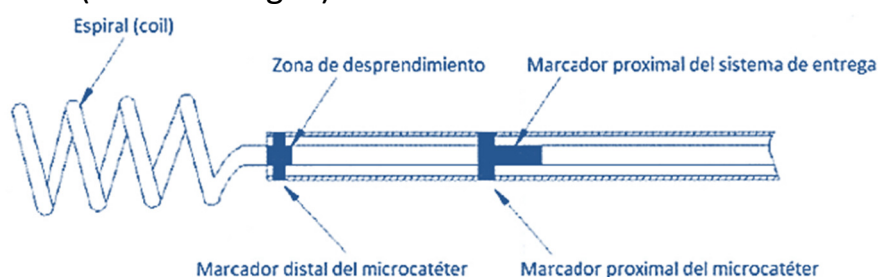

Fig.2 Posición de banda marcadora para desprendimiento
(8) Bajo guía fluoroscópica, avanzar lentamente el espiral EEC hacia afuera de la punta del microcatéter. Continuar avanzando el espiral EEC en la lesión hasta lograr un despliegue óptimo. Volver a colocar si es necesario. Si el tamaño del espiral no es el adecuado, retirarlo y reemplazarlo con otro dispositivo.
(9) Hacer avanzar el espiral en el sitio deseado hasta que el marcador proximal radiopaco del sistema de entrega quede junto al marcador proximal del microcatéter. El extremo proximal del espiral está dentro del microcatéter (consultar Fig. 2)